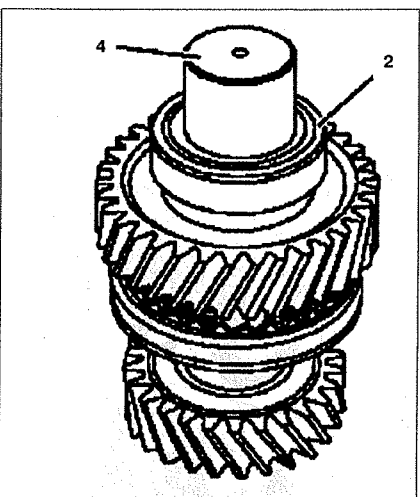

Рис. 6.42. Установка роликового подшипника (автомобили с двигателями 611.980):
13. Сборка производится в порядке, обратном снятию. Установите роликовый подшипник 2, используя втулку 4 (см.рис.6.42). Замените болт и закрутите его на вал.